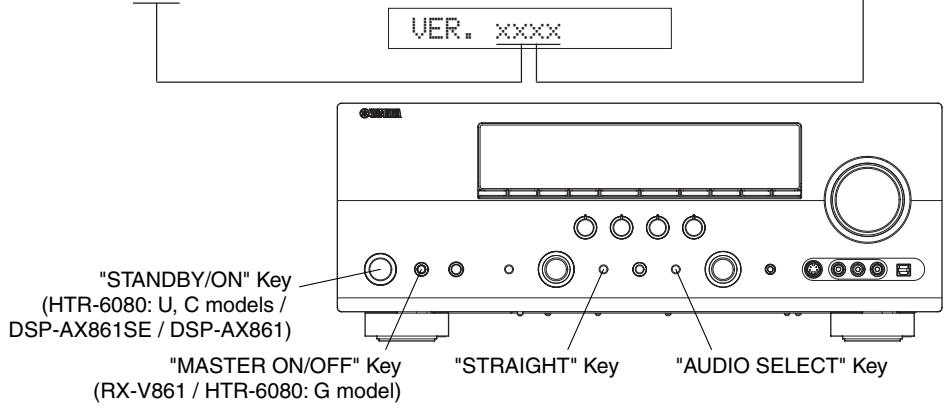

Fig. 5
2. Press the "MASTER ON/OFF" (RX-V861 / HTR-6080: G model) / "STANDBY/ON" (HTR-6080: U, C models / DSP-AX861SE / DSP-AX861) key while simultaneously pressing the "STRAIGHT" and "AUDIO SELECT" keys. (Fig. 5)
Check the displayed firmware version is the same as the written firmware version. (Fig. 5)
2. "STRAIGHT"キーと"AUDIO SELECT"キーを押しながら、"STANDBY/ON"キーを押し、ダイアグを起動します。(Fig. 5)
表示されたファームウェアのバージョンが書き込んだファームウェアのバージョンと同じであることを確認します。(Fig. 5)
8. Press the “MASTER ON/OFF” (RX-V861 / HTR-6080: G model) / “STANDBY/ON” (HTR-6080: U, C models / DSP-AX861SE / DSP-AX861) key while simultaneously pressing “STRAIGHT” and “AUDIO SELECT” keys of the main unit. Then the DIAG function is activated. (Fig. 5)
8. 本機の“STRAIGHT”キーと“AUDIO SELECT”キーを押しながら、“STANDBY/ON”キーを押し、ダイアグを起動します。(Fig. 5)